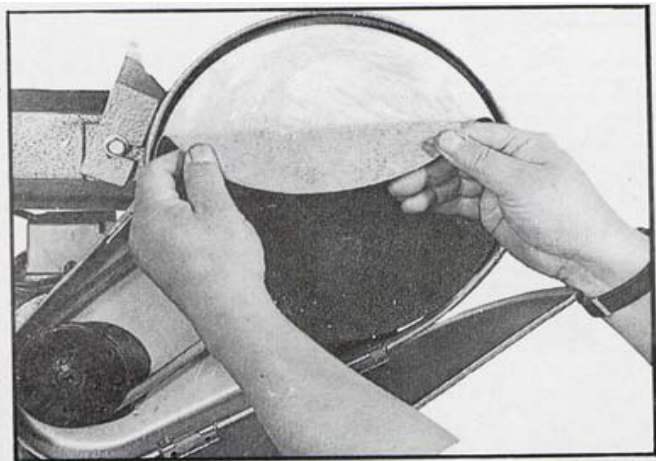

Fig 11.
2. Riv av det gamle slipepapiret, rengjør limrestene som er igjen på skiven, og legg på det nye slipepapiret som i fig. 11.